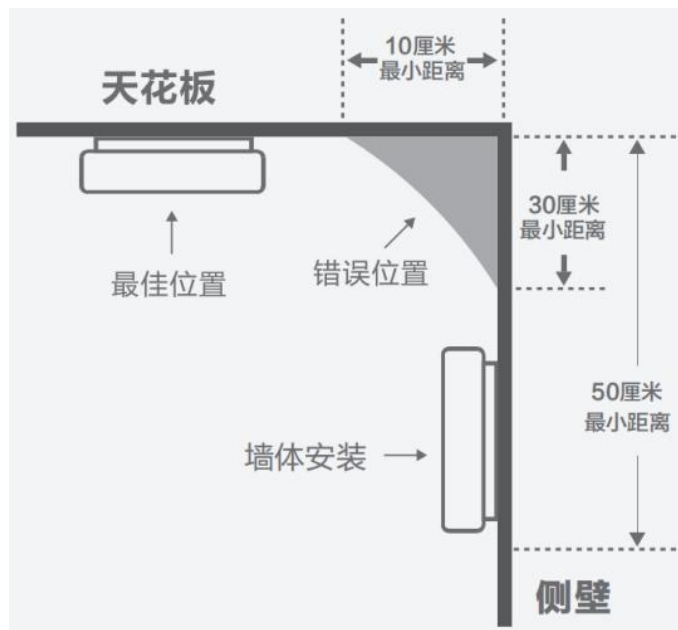

图 1
- √ **水平天花板下**：探测器应安装于中心位置且 50 厘米内不能有遮挡物。如果无法安装于中心位置，那么离墙壁、梁边的水平距离，不应小于 10 厘米（见图 1）。